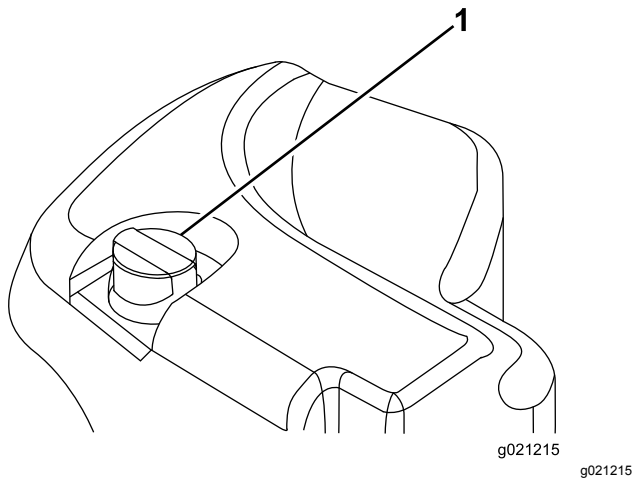

図 66
2. 油圧オイルタンクの注油口周辺をきれいに拭き、キャップを外す **図 66**。